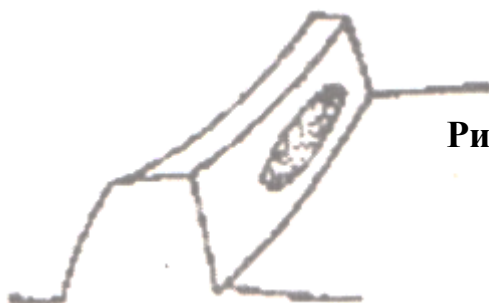

Рис. 6-5
Зацепление ведущей и коронной шестерней регулируется путем изменения количества регулировочных прокладок (4) и проворачивания правой и левой регулировочной гайки (13, 15). Зазор между зубьями должен составлять 0,2 – 0,4 мм. При отсутствии надлежащего инструмента для измерения зацепления обратитесь к квалифицированному специалисту. Область зацепления показана на рис. 6-5.